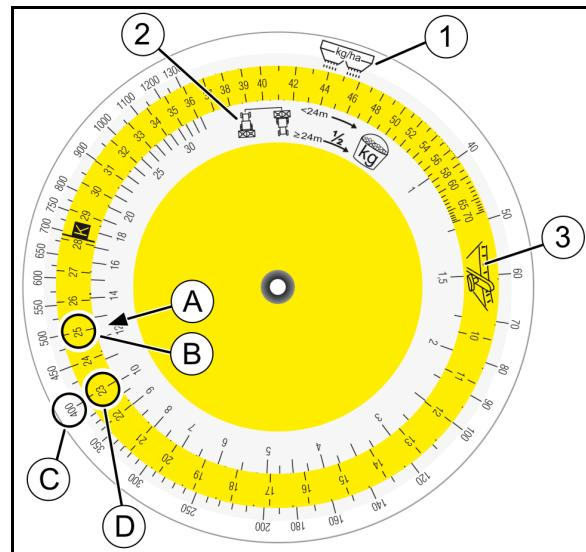

Рис. 54
На шкале (Рис. 54/2) найдите для собранного количества [кг] числовое значение (A) и совместите его с выбранным положением заслонки (B) на цветной шкале (Рис. 54/3).
3. Найдите желаемую норму внесения (C) и узнайте требуемое положение заслонки (позиция) (D) ablesen.